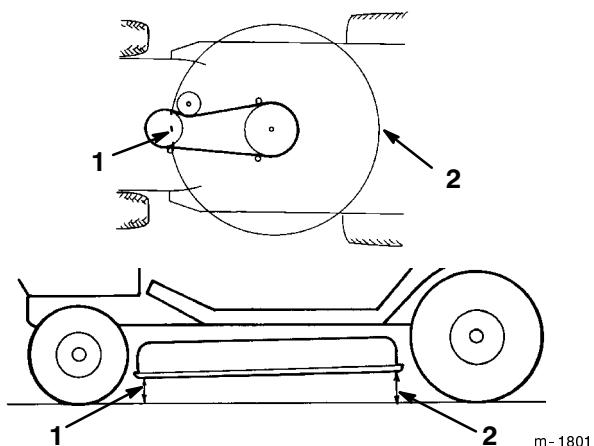

Bild 48
5. Messen Sie zur Kontrolle der Schnittmesserneigung in Längsrichtung den Abstand zwischen der Schneidwerkunterseite (Mitte vorne und Mitte hinten) und der ebenen Oberfläche (Bild 48). Wenn die Vorderseite des Schneidwerks mehr als 16 mm tiefer liegt als die Rückseite, muss das Niveau eingestellt werden. Siehe Schritte 6-10.